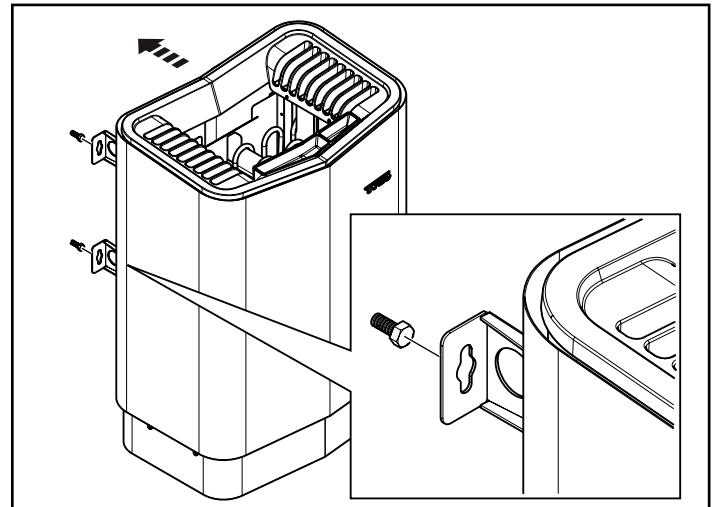

Fig. 13 : Fixer le poêle
11. Accrocher le poêle aux vis, voir la figure 13.